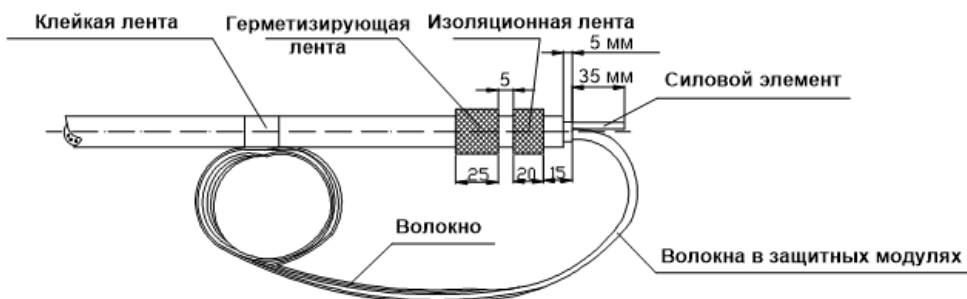

Рисунок 4 - Удаление модуля и очистка оптических волокон
5. Оставьте около 35 мм длины центрального силового элемента от точки, где заканчиваются оболочки кабеля. Смотрите рисунок 4.